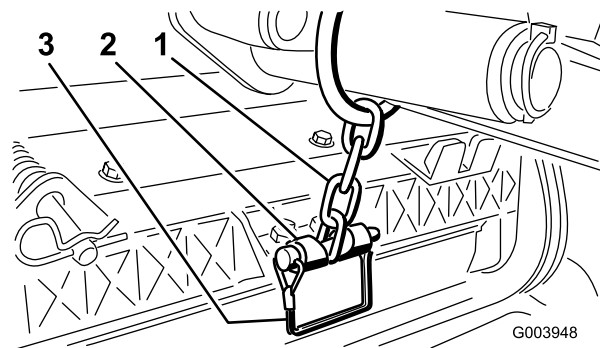

図 19
13. スナップピンを使って、昇降アームのチェーンを昇降アームに固定する (図 19)。カッティングユニットのオペレーターズマニュアルに従って、決められたリンクを使用すること。